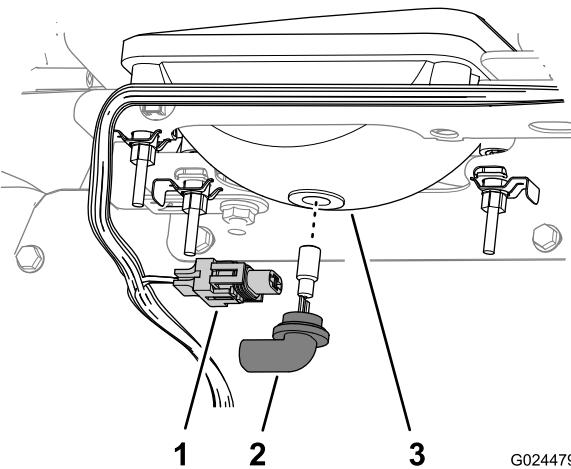

Figura 50
3. Desconecte el conector eléctrico del arnés de cables del conector de la lámpara, en la parte trasera de la carcasa del faro (Figura 50).
4. Retire el conjunto de la lámpara girándola 1/4 de vuelta en sentido antihorario y desplazándola hacia atrás (Figura 50).
- Instale el conjunto de lámpara nueva y la carcasa del faro y alinee las pestanas del conjunto de la lámpara con las ranuras de la carcasa del faro (Figura 50).
- Sujete el conjunto de la lámpara girándola 1/4 de vuelta en sentido antihorario (Figura 50).
- Conecte el conector eléctrico del arnés de cables al conector del conjunto de la lámpara nueva (Figura 50).